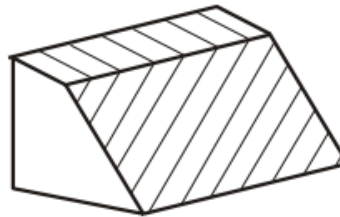

Рис. 1.2
7. По виду элементов, образующих сооружения (рис. 1.2) они классифицируются: